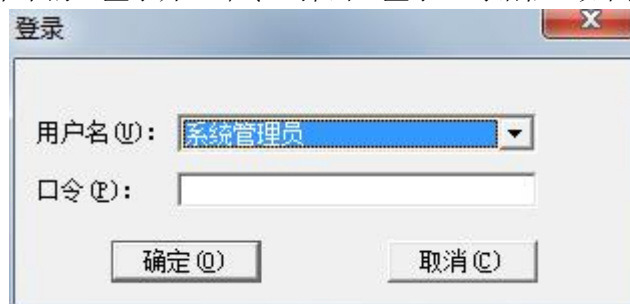

图 10-5 用户登录对话框
4、单击“文件”菜单中的“切换到 VIEW”命令，进入运行系统，运行“监控中心”画面。在运行环境界面中单击“特殊”菜单中的“登录开”命令，弹出“登录”对话框，如图 10-5 所示。